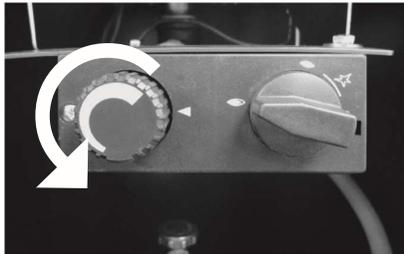

Abb. 7
1. Die gewünschte Höhe der Gasflamme kann eingestellt werden, indem der Regler (Abb. 7) für die Flammenhöhe nach rechts oder links gedreht wird.
3. Für eine größere Gasflamme drehen Sie den Knopf nach links, entgegen dem Uhrzeigersinn (Abb. 7).